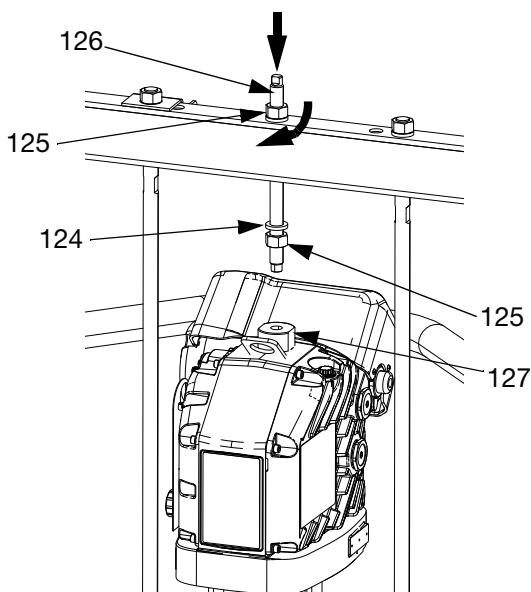

图 52
1. 使用适当的起重机，将拉杆插入活塞泵 (AC) 并将驱动器 (AB) 固定到泵 (AC) 上。
- b. 安装螺杆 (126)，将其穿过横杠中心孔。在横杠上下，将锁紧垫圈 (124) 和螺母 (125) 安装到螺杆 (126) 上。用一把扳手夹住吊环转换接头 (127)，并用另一把扳手将螺杆 (106) 拧入吊环转换接头 (127)。参见图 52。
- c. 用最大 25 ft-lb (34 N•m) 的扭力拧紧横杠下方的螺母 (125)。
- d. 拧紧横杠上方的螺母 (125) 让驱动器 (AB) 锁紧就位。